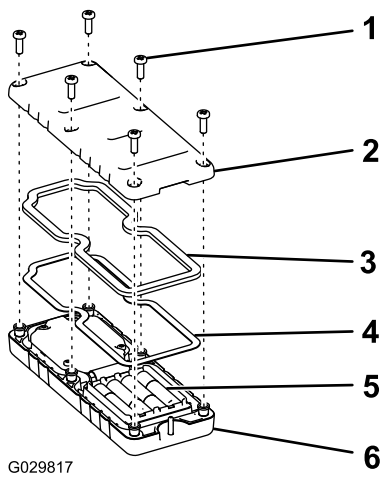

Bild 40
1. Nehmen Sie die sechs Schrauben aus der Rückseite der Fernbedienung heraus und nehmen Sie die Abdeckung ab (**Bild 40**).
5. Setzen Sie die Abdeckung auf und befestigen sie mit den sechs vorher entfernten Schrauben (Bild 40) und ziehen sie mit 1,5-1,7 N·m an.